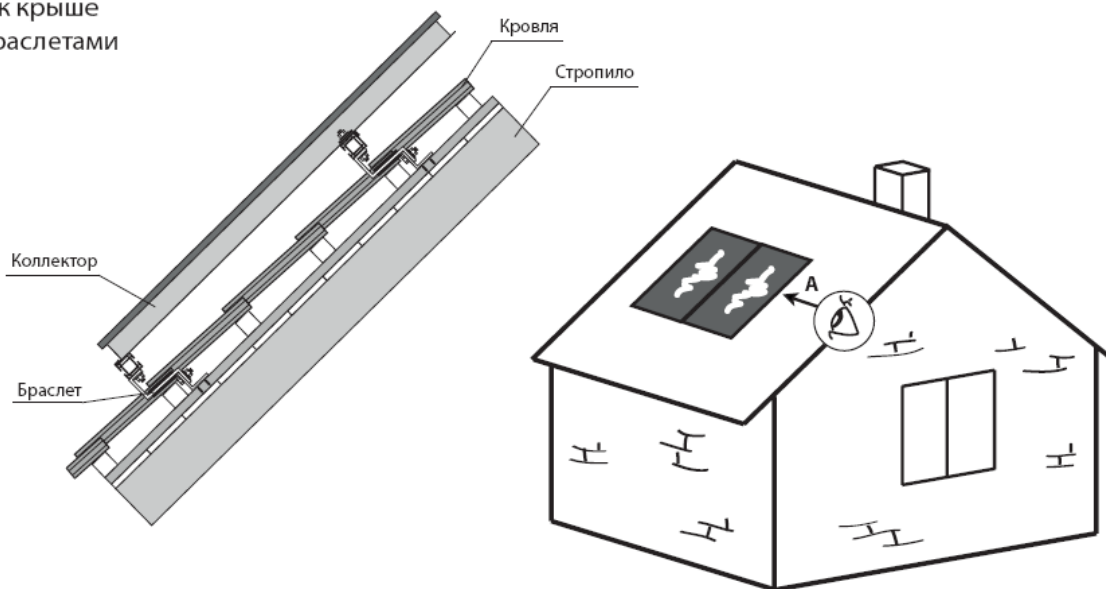

Рисунок 5
4.2. Монтаж крышными браслетами. Крепление предназначено для монтажа коллекторов на крыше, которая покрыта керамической черепицей. Благодаря тому, что браслет огибает черепицу и крепится непосредственно к стропилу, исчезает риск того, что черепица треснет при сверлении в ней отверстий (рисунок 5). Крыша должна быть скатной (т.е. располагаться к горизонту под углом от 15 до 75°)